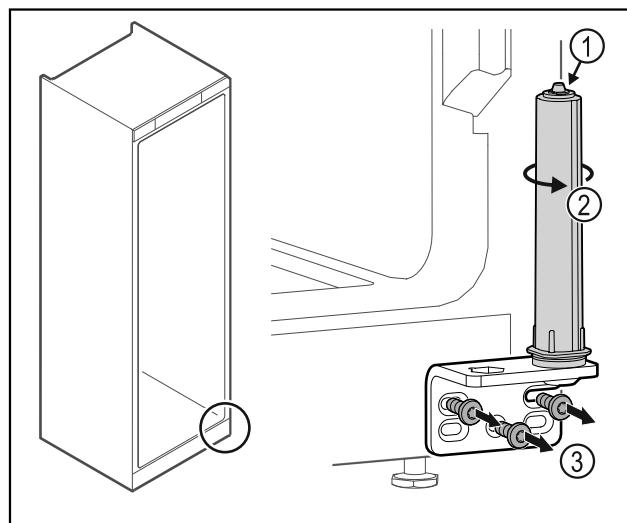

Fig. 40
▶ Türschließsystem Fig. 40 (1) nicht zerlegen.
- ▶ Schließsystem Fig. 40 (2) drehen, bis es klickt.
- ▶ Scharnierwinkel Fig. 40 (3) abschrauben.